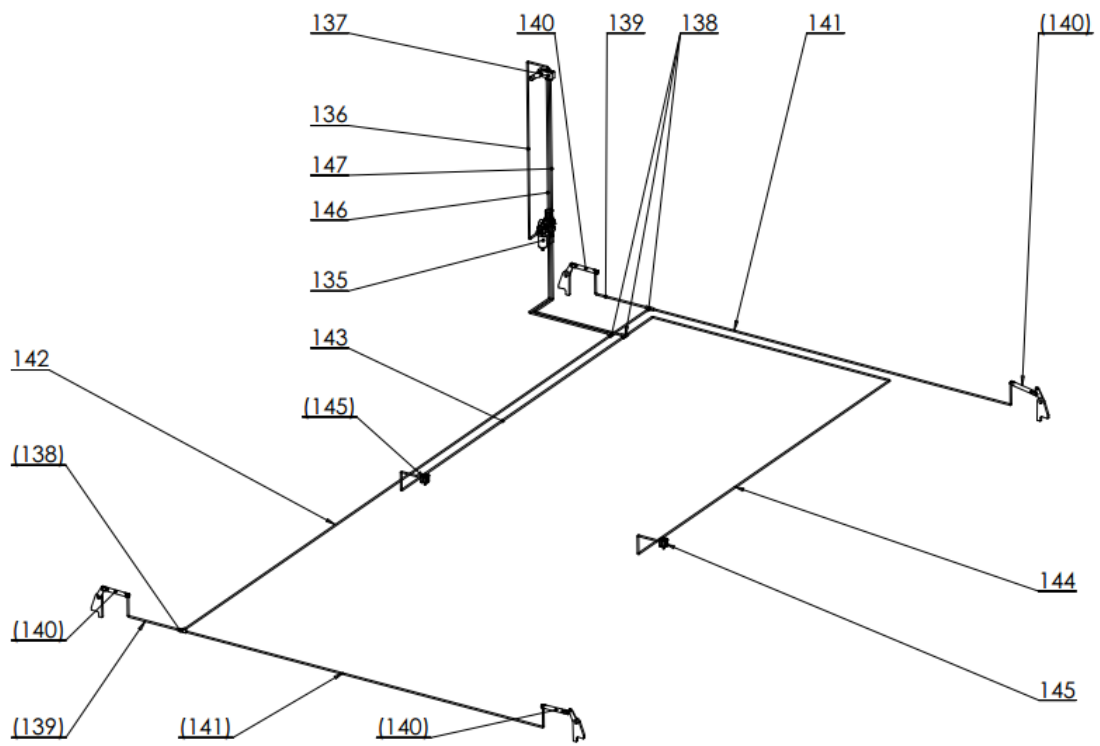

Abbildung 6
Step 5: Installieren Sie die Sicherheitsverriegelung (Abbildung 6)